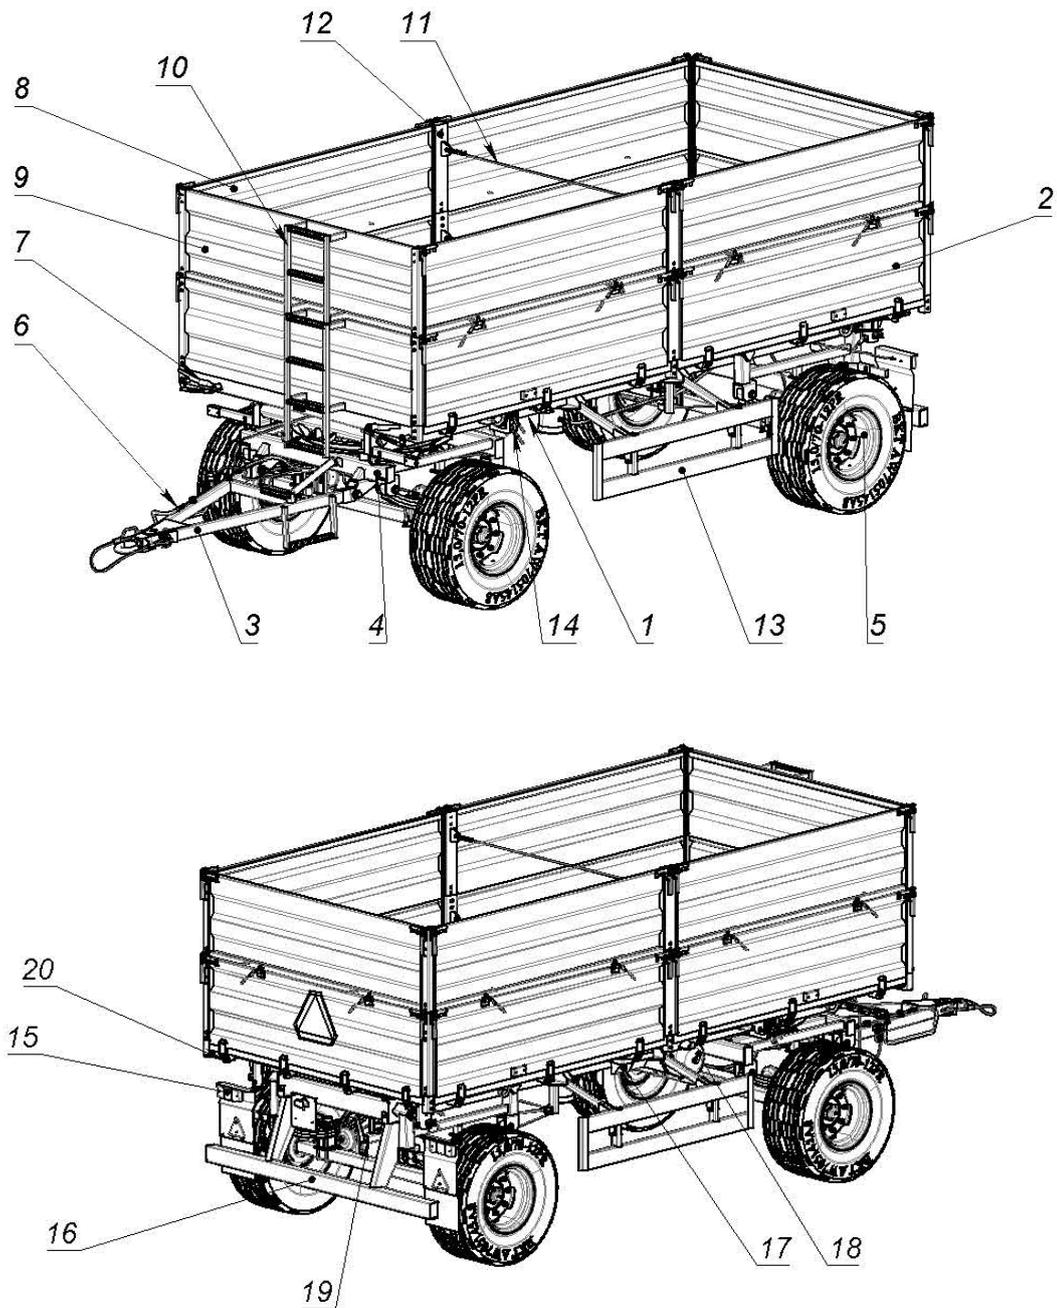
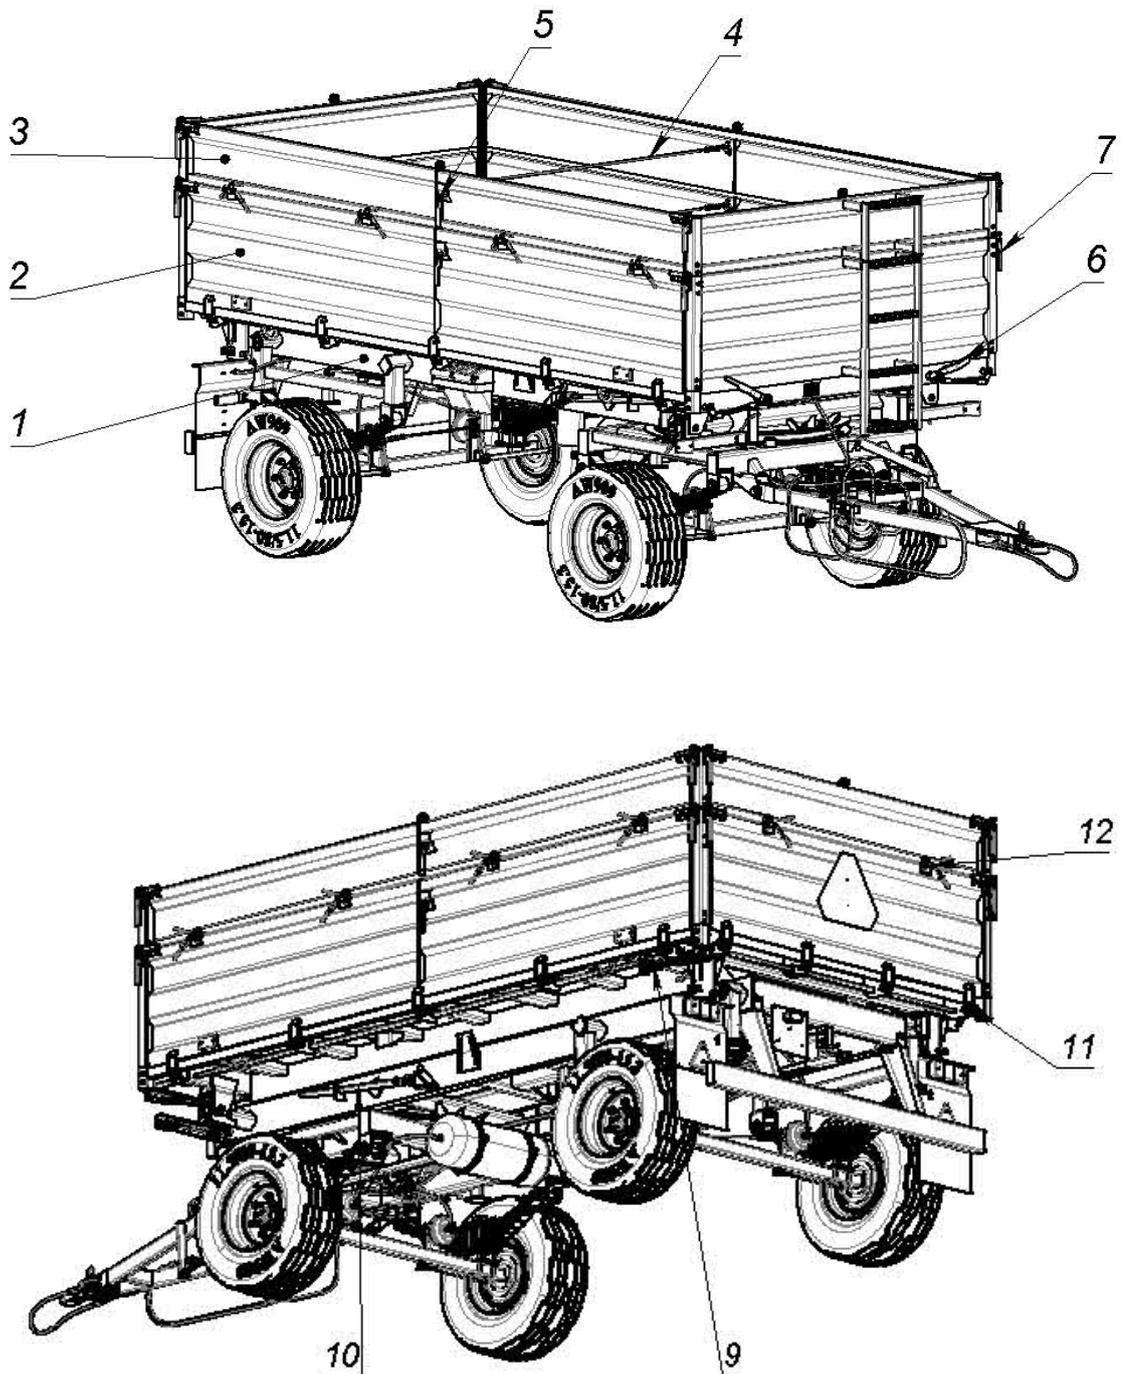
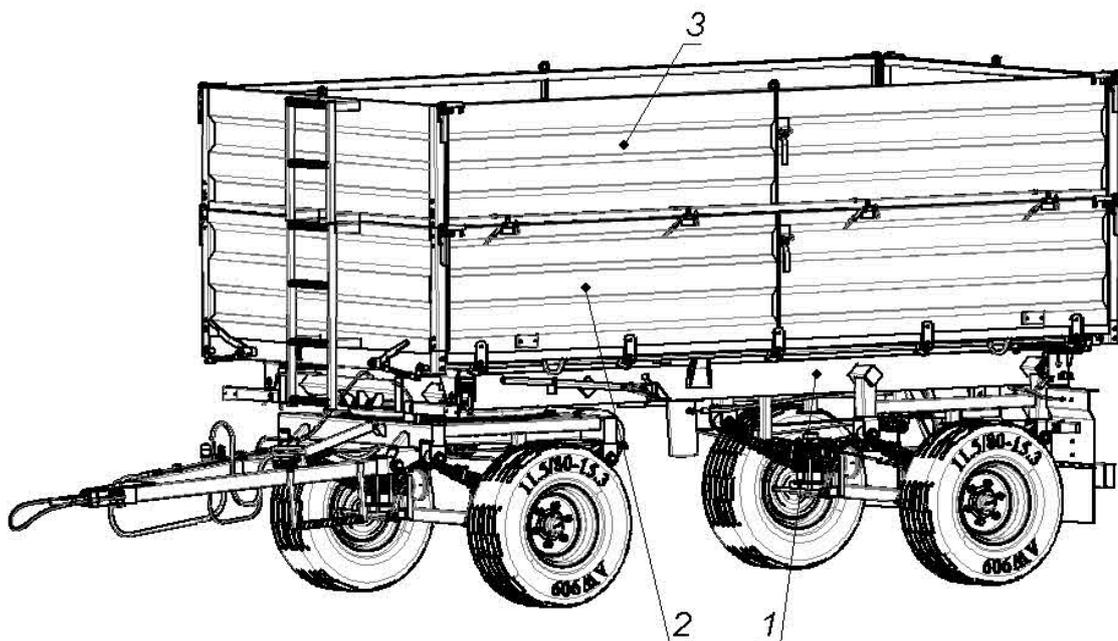

Рисунок 1.1 – Общий вид прицепа 2ПТС-10 «Зерновоз»
Рисунок 1.2 – Общий вид прицепа 2ПТС-6,5 «Зерновоз»
Рисунок 1.3 – Общий вид прицепа 2ПТС-8 «Зерновоз»
2.1 Прицеп (2ПТС-6,5, 2ПТС-8, 2ПТС-10 «Зерновоз» рисунок 1.1, 1.2, 1.3) состоит из шасси 1, кузова 2.
2.3 Кузов 2 состоит из платформы с обшивкой соединенным с передним бортом, двух задних и передних стоек, для 2ПТС-10 «Зерновоз» (рисунок 1.1), двух боковых бортов – для 2ПТС-6,5 и 2ПТС-8 «Зерновоз» (рисунок 1.3 и 1.2 соответственно), заднего борта, шарнирно соединенных с платформой кузова и закрепленных в верхней части фиксаторами 10 и 11, предназначенными для открывания бортов. Кузов 2 смонтирован на шасси 1 и фиксируется фиксаторами 12 и 13.
2.4 Прицепы комплектуются в базовой поставке съёмными надставными бортами (рисунок 1.1, 1.2, 1.3). Прицеп состоит из: прицепа 2ПТС-6,5 «Зерновоз» и 2ПТС-8 «Зерновоз» (Рисунок 1.2 и 1.3) – двух боковых основных и двух боковых надставных бортов, двух стоек, передние совместно с передним бортом и задних двух стоек, основных бортов и аналогично - надставных бортов, переднего и заднего борта основного и надставного; прицепа 2ПТС-10 «Зерновоз» (рисунок 1.1) – четырех основных боковых бортов и четырех надставных и средними стойками. Для избежания распираения бортов, технологической массой, в средней части борта соединены тросами, как основные, так и надставные борта.
ВНИМАНИЕ: При боковой разгрузке прицепов 2ПТС-6,5 «Зерновоз» и 2ПТС-8 «Зерновоз» необходимо расшплинтовать фиксаторы 5 (рисунок 1.2) тросов 4 расхождения бортов, повернуть рукоятку вверх чтобы трос самопроизвольно свалился с крюка смотри рисунок 6.1.